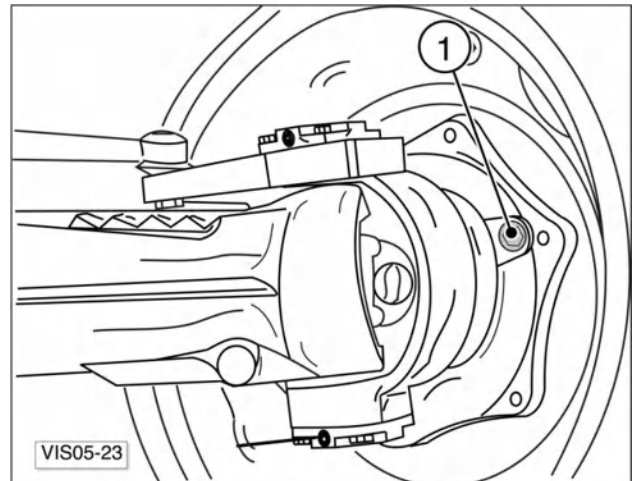

Рис. 7-13. Передний колесный редуктор: (1) заливная, контрольная и сливная пробка.
2. Расположите пробки колесного редуктора (1 — рис. 7-13) на уровне осевой линии колеса. Отверните пробки и проверьте уровень масла. Уровень в норме, если масло вытекает из отверстия. При необходимости долейте надлежащий тип масла через отверстия под пробки.